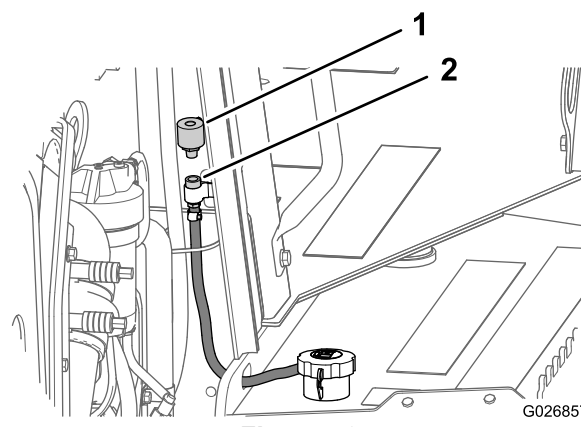

Figure 73
2. Sur l'avant du panneau du compartiment moteur, déposez le reniflard situé sur le raccordement de tuyau en le tournant dans le sens antihoraire (Figure 73).
3. Insérez le nouveau reniflard dans le raccordement de tuyau et serrez-le à la main (Figure 73).